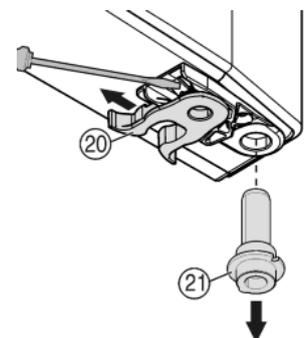

Fig. 8
- ▶ переставить пружинный зажим Fig. 8 (20): Нажмите вниз язычок защелки, снимите с него пружинный зажим.
- ▶ Извлеките опорный палец Fig. 8 (21) из втулки двери и вставьте вместе с шайбами на противоположную сторону. Язычок защелки должен быть направлен к внутренней стороне двери, паз — к внешней стороне.
- ▶ Поверните нижнюю часть двери и вставьте опорный палец Fig. 8 (21) в опорный кронштейн. При необходимости покрутите опорный палец, чтобы он смог заскочить.